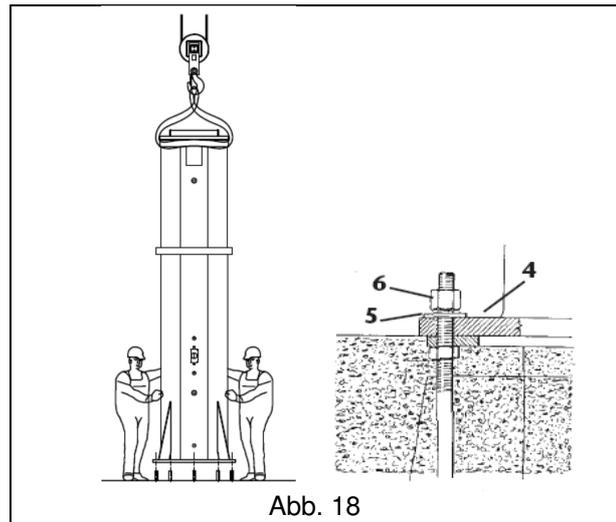

Abb. 18
3. Die Säule mit geeigneten Hebemitteln, d. h. Brückenkran oder einem mobilen Kran sowie der Traglast und den Eigenschaften der zu befördernden Lasten angemessener Verseilung, aufrichten. (Abb. 18)
4. Die Säule auf dem Fundamentrahmen montieren und so positionieren, dass die Bohrungen der Grundplatte **4** über dem Gewindeabschnitt der aus dem Sockel ragenden Ankerschrauben liegen und dann nach Einsetzen der flachen Unterlegscheiben **5** mit den Muttern **6** festschrauben (Abb. 18)